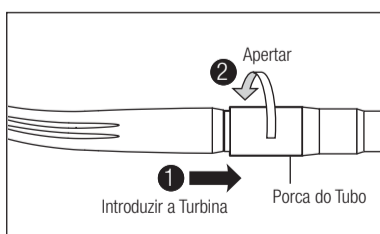

Fig. 4
- 1) Introduza corretamente a turbina no tubo e aperte a porca do tubo. (Fig.4)